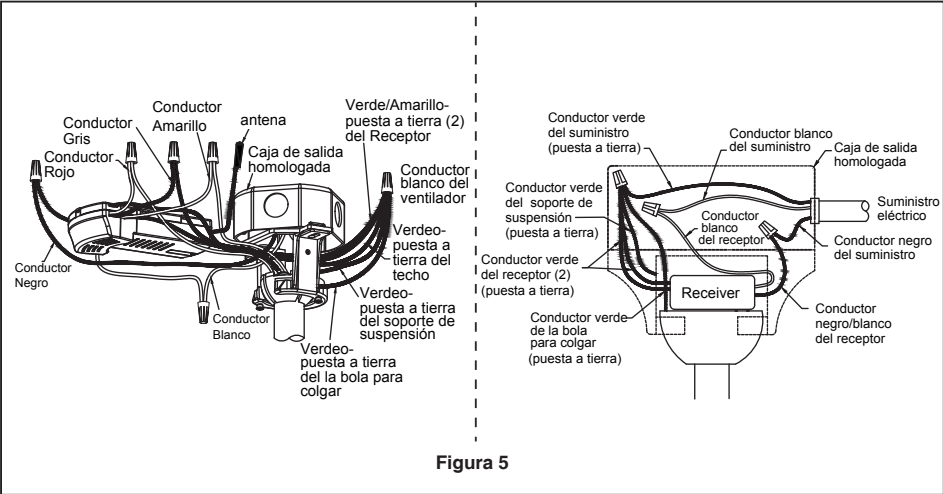

Figura 5
4. Una vez haya hecho las conexiones, coloque los cables hacia arriba y empújelos cuidadosamente hacia dentro de la caja de la toma de corriente, poniendo los cables blancos y verdes a un lado de la caja y los negros/blancos hacia el otro lado. Los cables deben ser colocados de forma extendida poniendo el conductor de la toma de tierra y el conductor de toma de tierra del equipo a un lado de la caja, colocando el conductor sin toma de tierra en el otro lado de la caja. (Figura 5)